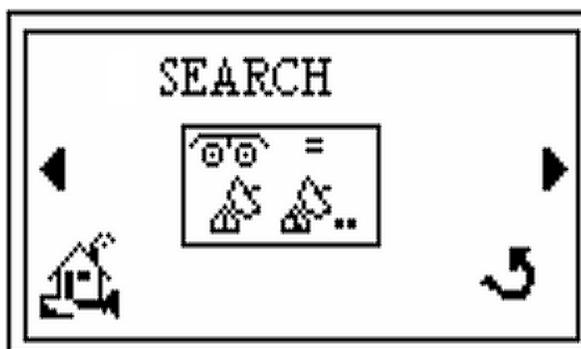

Figura 2-22 Schermata Search (Ricerca)
5. Premere **▶** per visualizzare la schermata *Search* (Ricerca) (Figura 2-22).